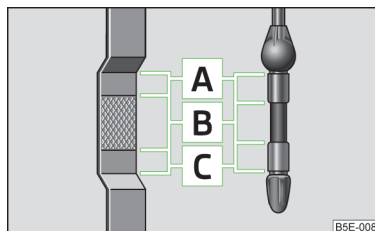

Fig. 184
- Dacă nivelul de ulei este situat deasupra zonei  » fig. 184 la pagina 226, nu continuați deplasarea! Oprii motorul și apelați la asistență din partea unei unități specializate.
Joja indică nivelul uleiului » fig. 184.
Nivelul uleiului nu trebuie să fie în nici un caz, deasupra zonei **A** » **fig. 184** - Peri-